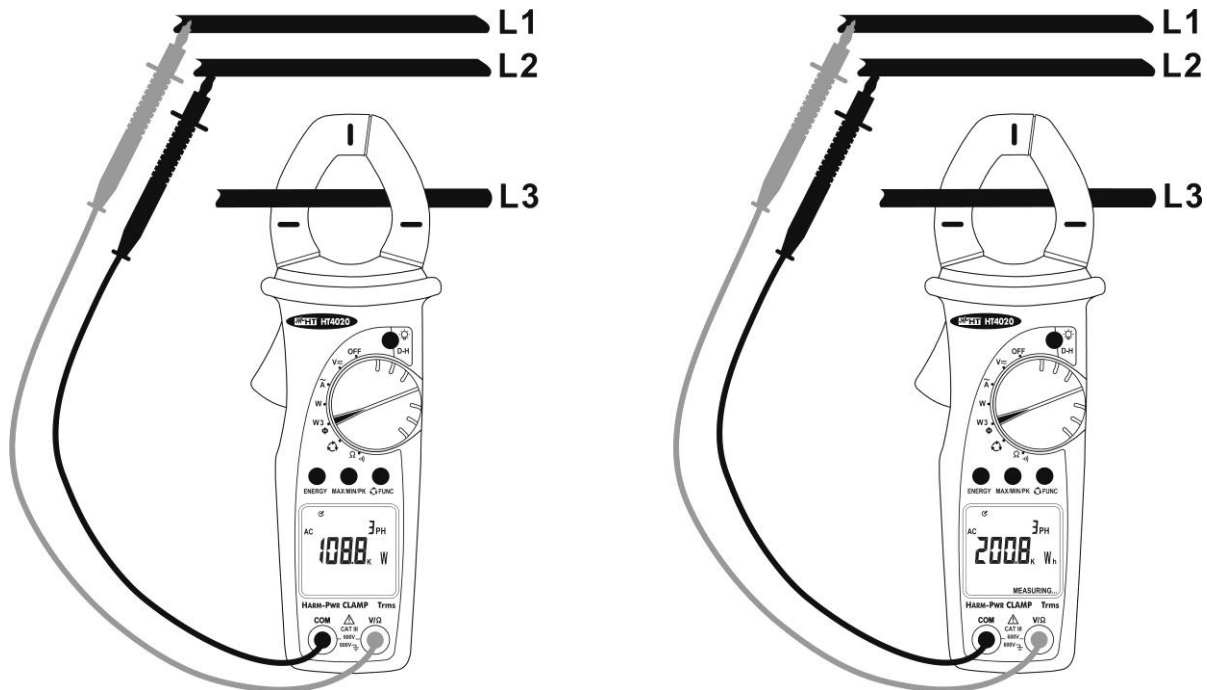

Abb. 12: Leistungs- und Energiemessung in 3 phasigen symmetrisch belasteten Systemen
2. Öffnen Sie die Zangenbacken und umschließen Sie damit die Phase L3. Achten Sie dabei auf die Ausrichtungsmarkierungen auf den Zangenbacken. (siehe § 4.1.2 und Abb. 12)
4. Verbinden Sie die rote Prüfspitze mit der Phase L1 und die schwarze Prüfspitze mit der Phase L2 (s. Abb. 12). Der gemessene Wirkleistungsfaktor und das Symbol AC werden auf dem Display angezeigt.